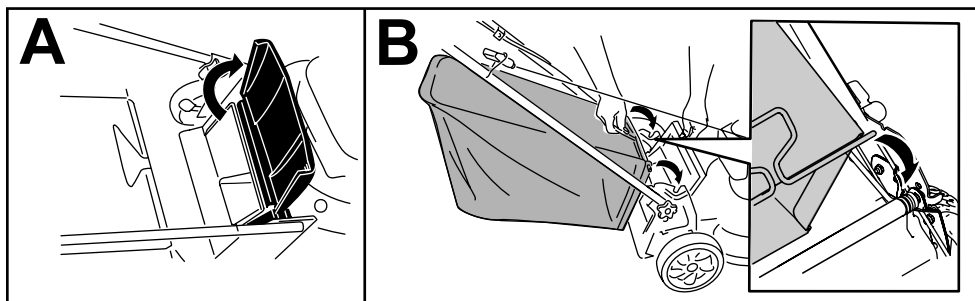

Figura 15
1. Sollevare il deflettore posteriore e tenerlo sollevato (A di Figura 15).
2. Montare il cesto di raccolta, accertandovi che i suoi perni siano inseriti nelle tacche presenti sulla stegola (B della Figura 15).